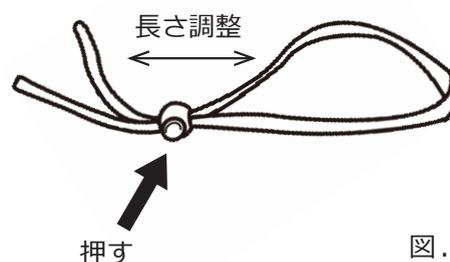

図.2
- ③ ゴーグルを装着し、ゴーグルベルトの長さを図.2のように調整してください。
- ② 図2のように、Lプロハーネスの引掛金具を本製品のハンガーに引っ掛けてください。